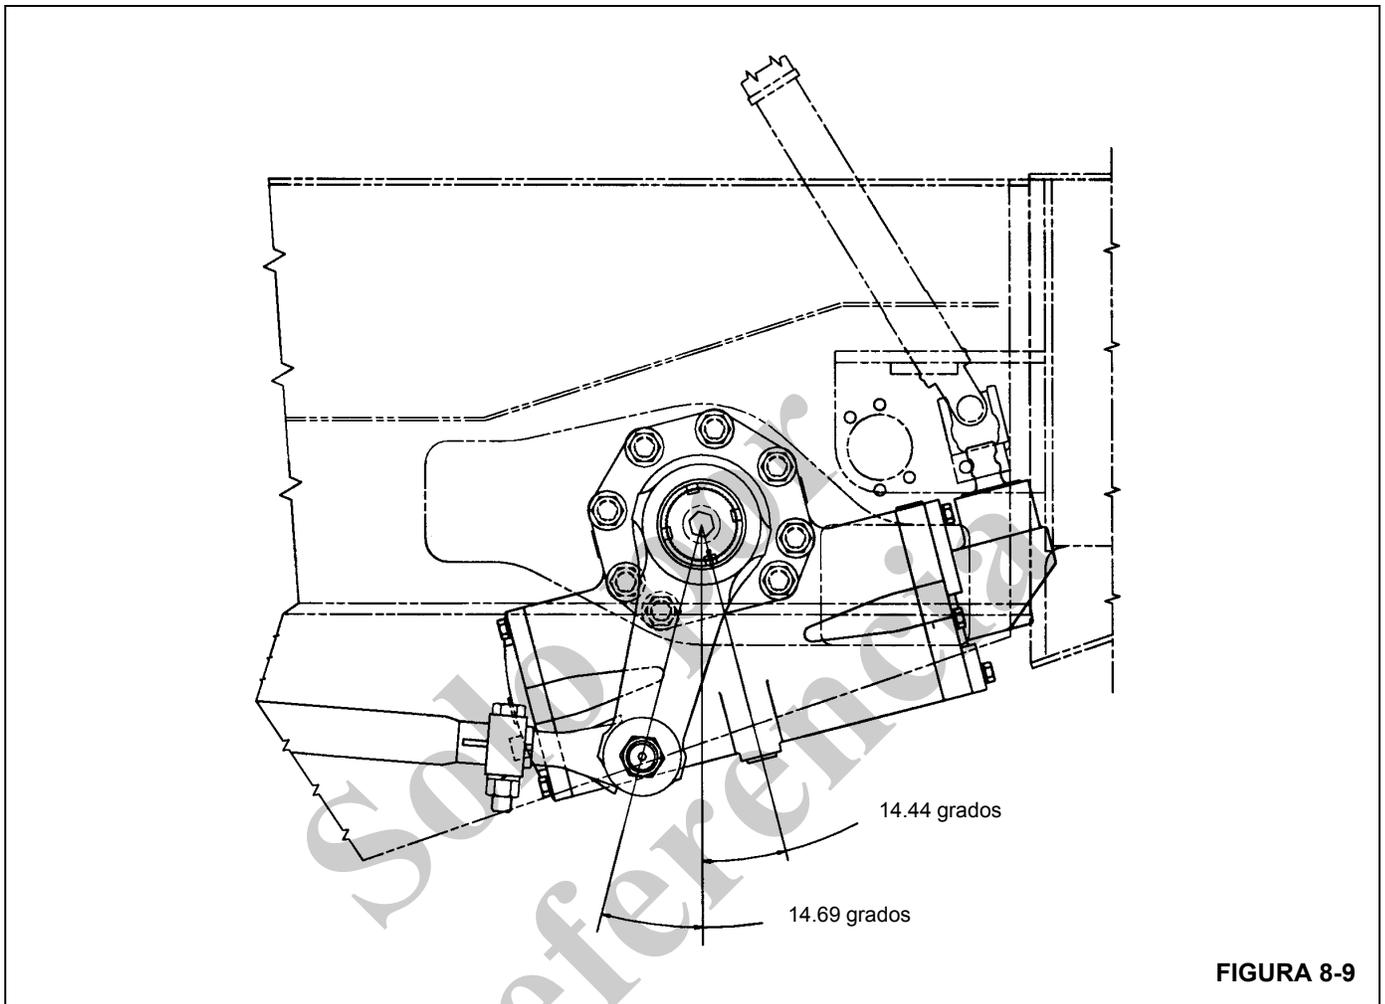

FIGURA 8-9
- NOTA:** La biela deberá hallarse al ángulo mostrado en la Figura 8-9. Si la posición varía más de 2 grados, revise otra vez el punto central y la alineación de las marcas de sincronización.